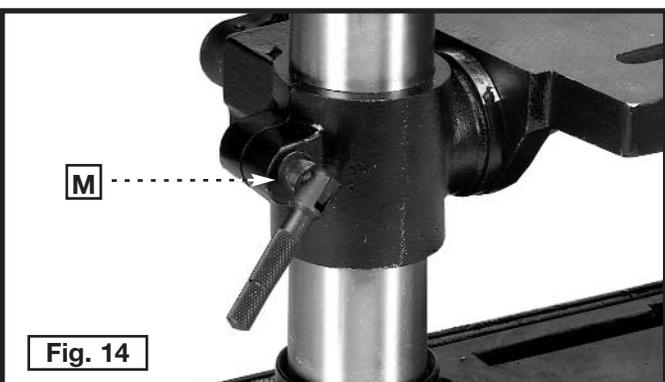

Fig. 14
10. Enrosque la abrazadera de la mesa (M) Fig. 14 dentro del agujero en la parte posterior del soporte de mesa.